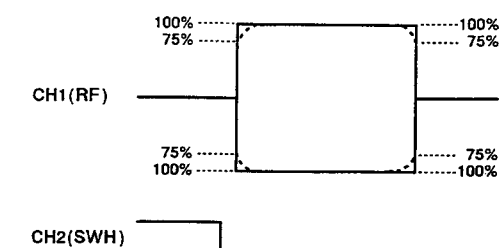

Fig. 6-4
- 4). As shown in Fig. 6-4, confirm that 75% or more of the RF waveform is flat.
- 4). 図6-4のように、RF波形の平坦度が75%以上であることを確認する。